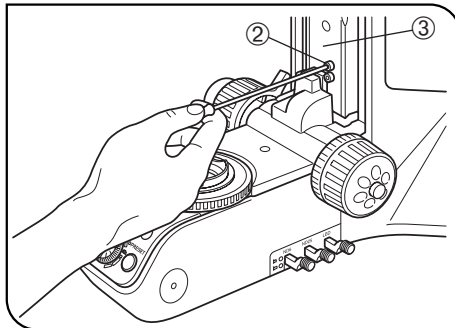

Fig. 16
3. Gire el mando de ajuste grueso y suba el bloque de enfoque ③ hasta que el tornillo de tope ② del brazo resulte visible. (Fig. 16)
4. Con el destornillador Allen, afloje y retire el tornillo de tope superior ②.